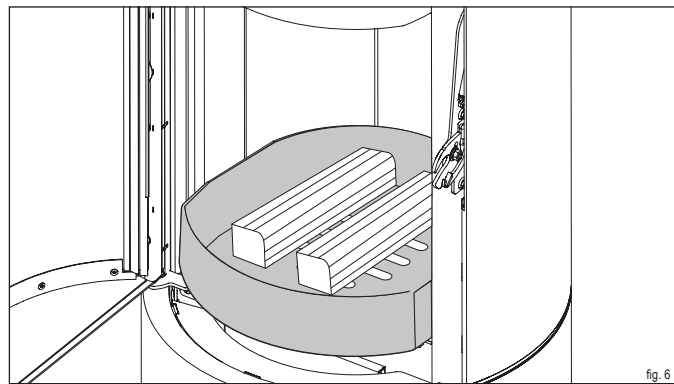

fig. 6
- ▶ **Collocare due ceppi di legno (4) con un peso totale di 1,4 kg in posizione centrale all'interno della camera di combustione (con il lato frontale rivolto in avanti).**
- ▶ **Lasciare circa 5 cm di distanza dalla lastra della camera di combustione (fig. 6).**